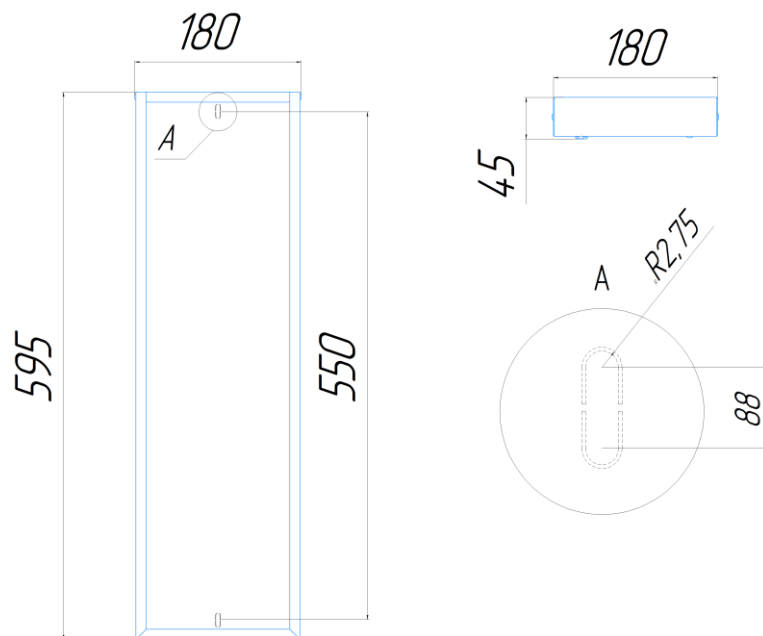

Рисунок 1. Габаритный чертеж и установочные отверстия Econex Office E 595x180
5.1.2. Для установки светильника необходимо повернуть торцевую панель и аккуратно снять рассеиватель. Надежно закрепить на ровной поверхности корпус светильника при помощи комплекта креплений, габариты для монтажа см. рисунок 1.